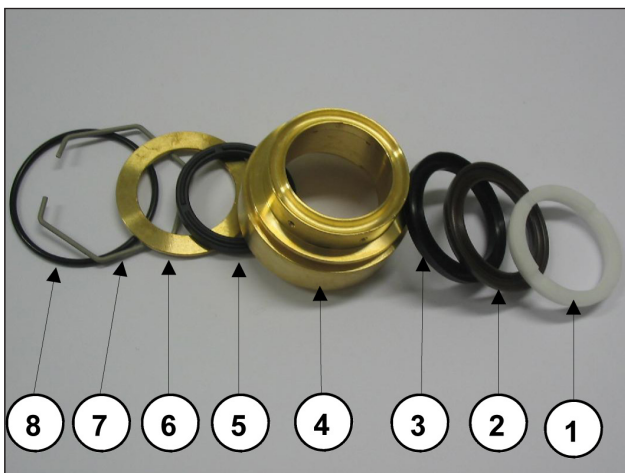

Fig. 22
**Prestar atención al orden de desmontaje del paquete de juntas como se indica en la Fig. 22, compuesto por:**